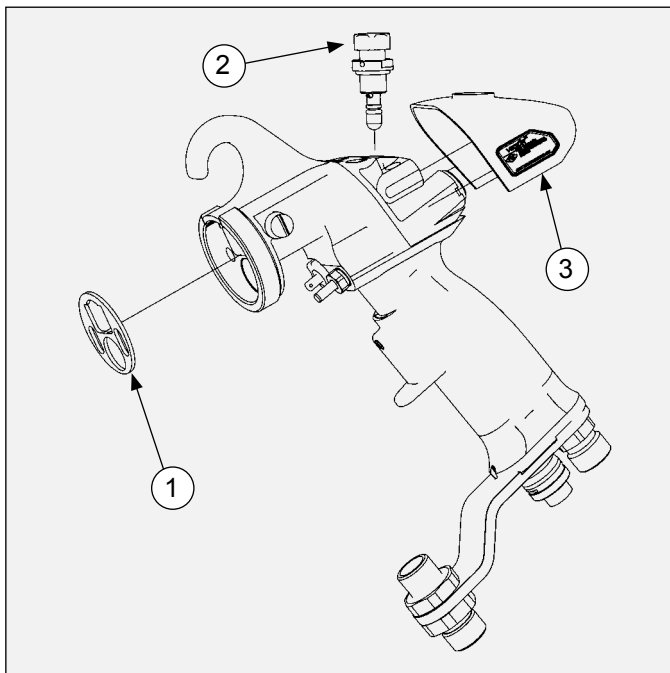

Figure 31 : Dépose de la vanne d'air et du couvercle arrière
- Dévisser l'aiguille/électrode de la tige et glisser l'adaptateur à chevrons mâle, les joints à chevrons et l'adaptateur à chevrons femelle pour les dégager de l'arbre (voir Figure 31).